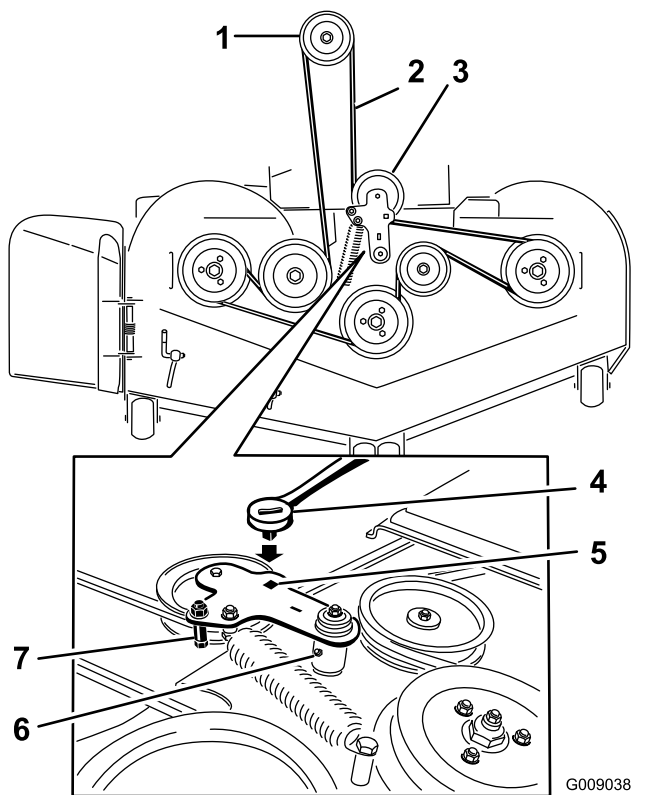

Figura 95
8. Utilize uma lingueta no orifício quadrado no braço intermédio para retirar a tensão da mola intermédia (Figura 95).
10. Instale a nova correia à volta das polias do cortador e da polia da embraiagem por baixo do motor (Figura 95).
11. Rode para assegurar que a patilha da guia da correia está em contacto com o cubo da articulação (Figura 95).
12. Utilizando a lingueta no orifício quadrado, instale a correia em torno da polia intermediária com mola (Figura 95). Assente as extremidades da mola nas ranhuras do fixador.